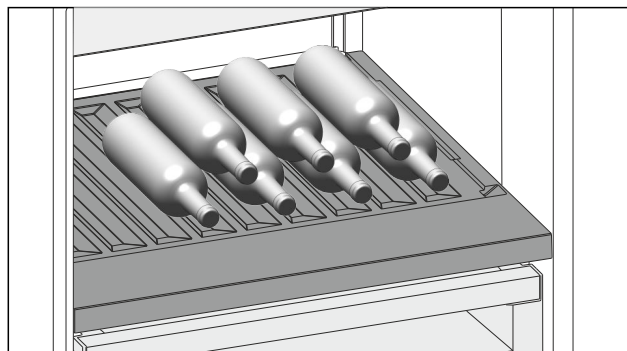

Fig. 121
- Láhve ukládejte dnem dozadu k zadní stěně. (viz Fig. 121)